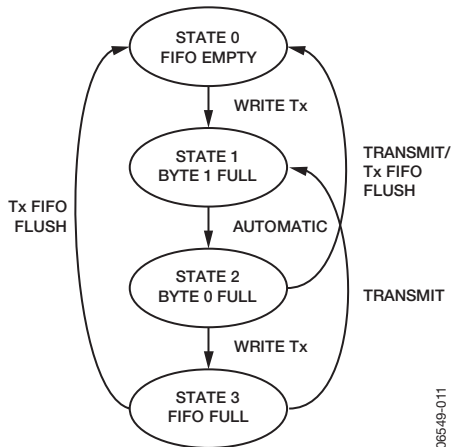

図13. 送信FIFOのステート・マシン
- バイト0が空のとき、バイト1のバイトデータがバイト0に自動的に移動します。これは、ステート・マシンを使って説明してあります（図13を参照）。I2C0FSTAレジスタではユーザがステートを確認できます。